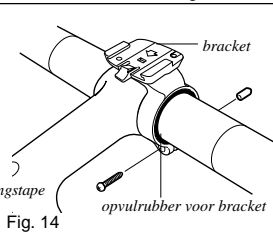

Fig. 14
- Klem het bracket met een rubberstrip aan de binnenzijde om de stuurbuis (fig. 14).